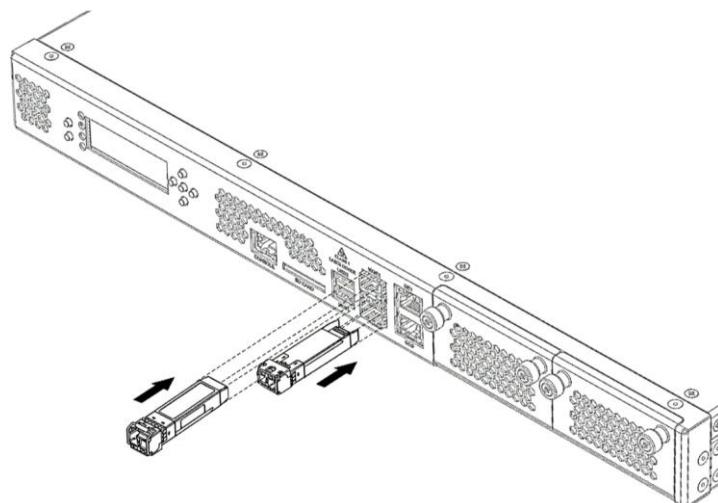

Рисунок 25 – Установка SFP-трансиверов в слоты изделия
- установка SFP-трансиверов в верхний встроенный слот изделия осуществляется защелкой (этикеткой) вверх, а в нижний слот защелкой вниз (Рисунок 25);